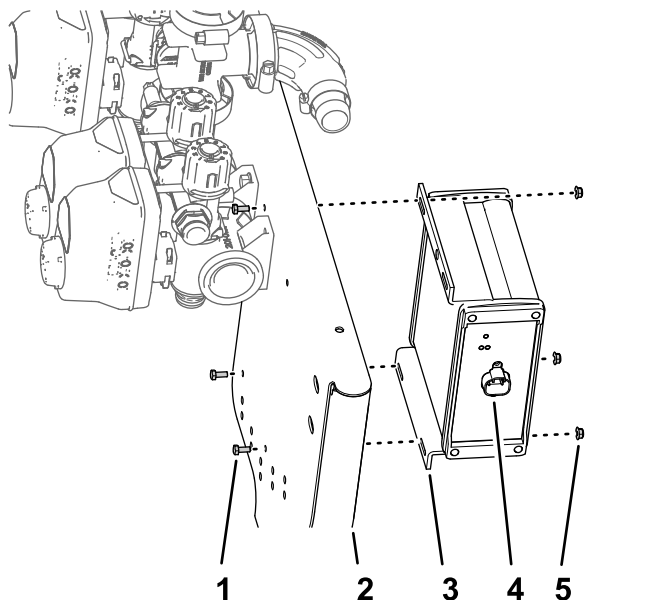

図 97
1. ASC 10 スプレーヤコントローラを、バルブマウントの前側に合わせる。4ピンコネクタが外側を向くようにすること 図 97。
2. 散布コントローラをバルブマウントに取り付ける 図 97; ボルト3 x 10mm3本とフランジロックナット4mm4個を使用する。